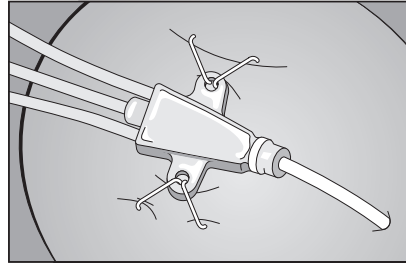

Figura 2
4. Comprimerne con decisione l'applicatore per chiudere il punto metallico e fissare il catetere alla cute del paziente (vedere la Figura 2).